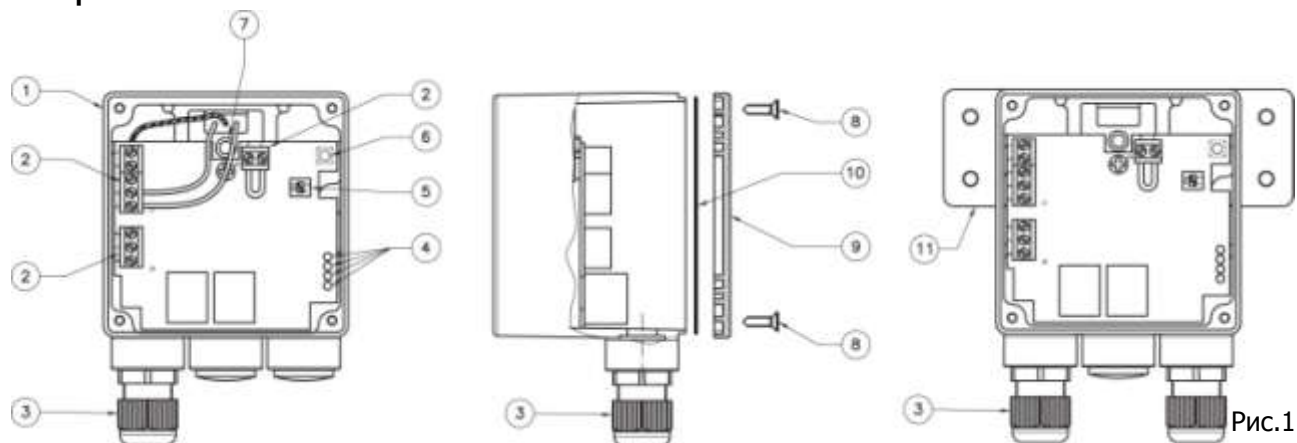

Рис.1
Сенсор (рис. 1) состоит из: пластмассовый корпус (1); контакты (2); кабельные вводы (3); индикатор (4); двухрядный переключатель (5); сброс / кнопка „Тест“ (6); винты крепления катушки (7); винты крепления крышки корпуса (8); крышка клеммной колодки (9); резиновое уплотнение (10); кронштейн крепления сенсора (11).